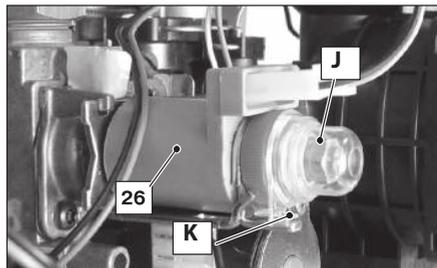

Рисунок 7.2
- Выключив котел (приведя его в нерабочее состояние), проверьте давление питания при помощи отвода 28 (см. Рисунок 7.2) и сравните считанное значение со значениями, приведенными в таблице «номинальное давление газа» в разделе «Технические характеристики» на с. 21.
- Снимите защитную заглушку «А» модулирующего устройства 26 (Рисунок 7.2), освободив ее от упора «В» (с этой целью поверните ее по часовой стрелке и подденьте отверткой).
- Установите на место защитную заглушку «А» (Рисунок 7.2).